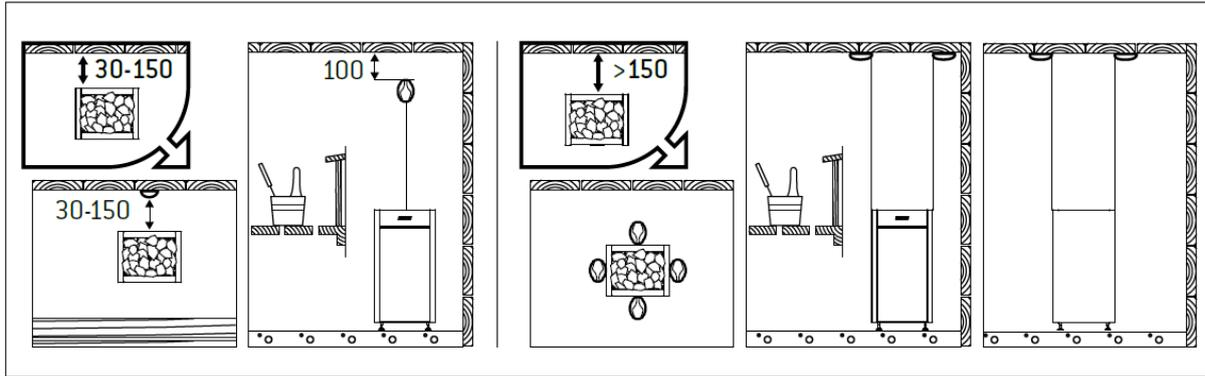

Abbildung 6. Installation der Fühler (alle Abmessungen in Millimetern)
- Installieren Sie den Fühler wie in Abb. 6 dargestellt. Wenn der Ofen weiter als 150 mm von der Wand aufgestellt wird, muss der Temperaturfühler an der Decke montiert werden.